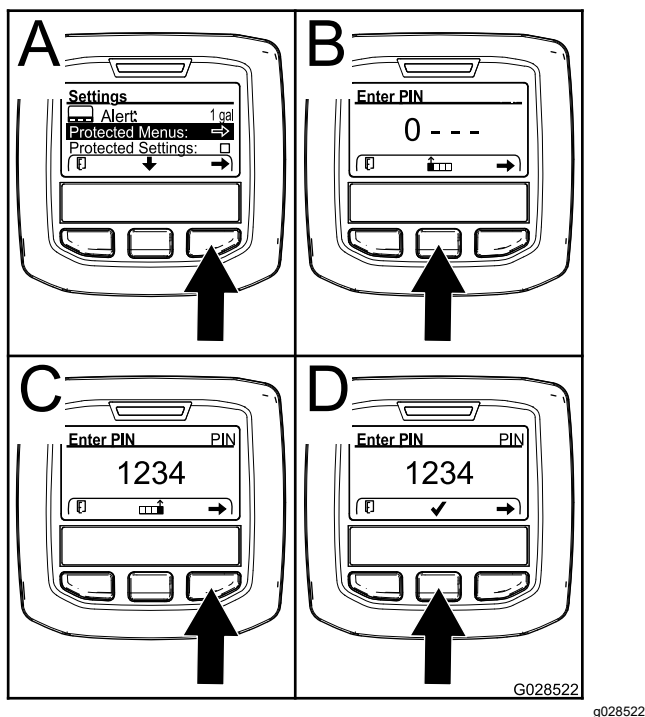

Figura 33
2. No menu de DEFINIÇÕES, utilize o botão central para ir até ao menu PROTEGIDO e prima o botão direito (Figura 33).